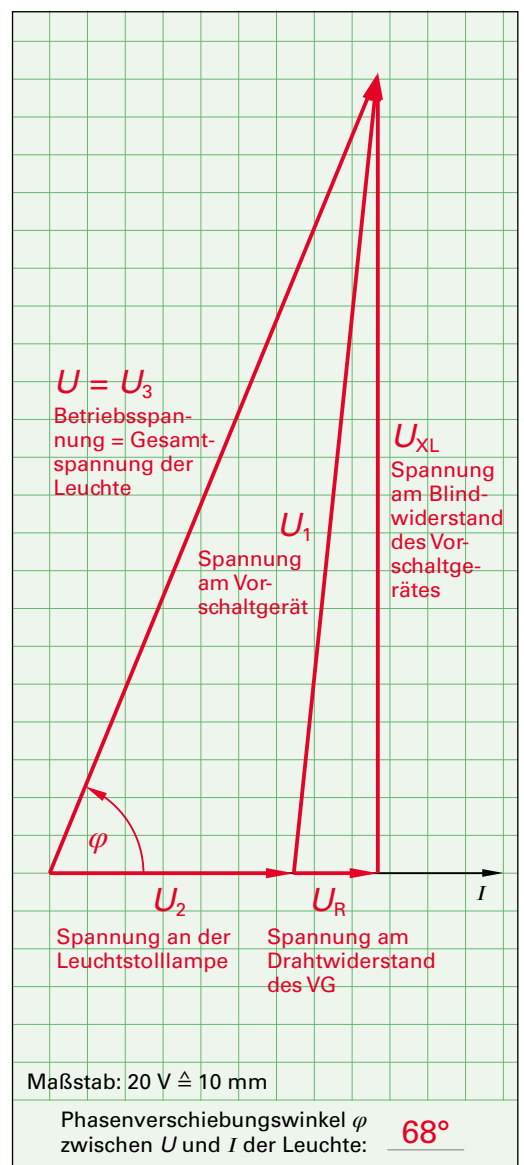

Bild 2: Zeigerbild aller Spannungen der Leuchte
- Ermitteln Sie im Zeigerdiagramm (**Bild 2**) den Phasenverschiebungswinkel φ zwischen U und I und tragen Sie den Wert im **Bild 2** ein.
2. a) Was meint ein Elektronik-Fachmann, wenn er sagt, dass Spannung und Strom phasenverschoben sind? b) Mit einem Oszilloskop wurden Spannung und Strom an einem Verbraucher gemessen (**Bild 2**). Um welche Belastungsart, z.B. ohmsche-induktive oder ohmsche-kapazitive Last, handelt es sich? Begründen Sie.